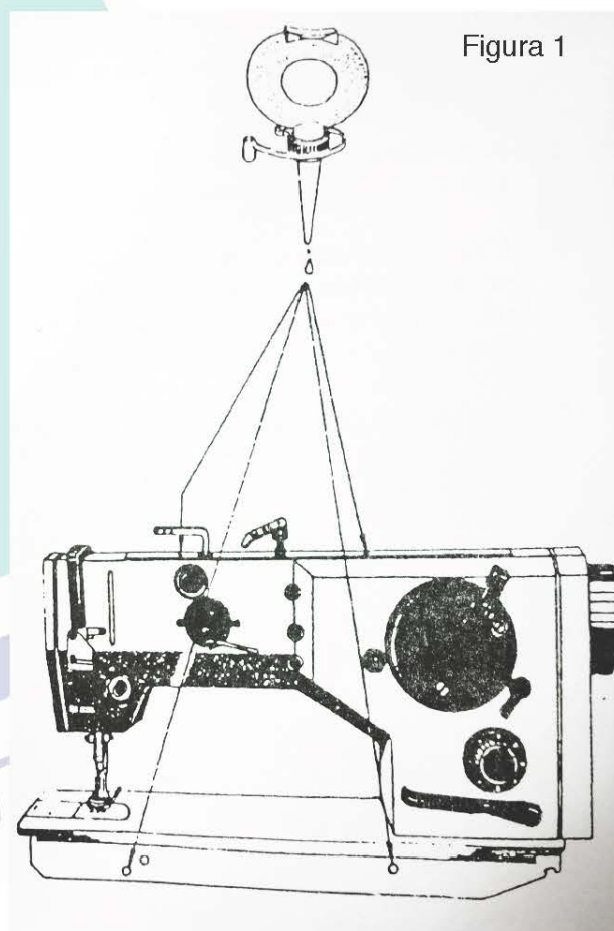

Figura 1
5. Limpeza e lubrificação da máquina (figura 1 e tabela 16 e 17)